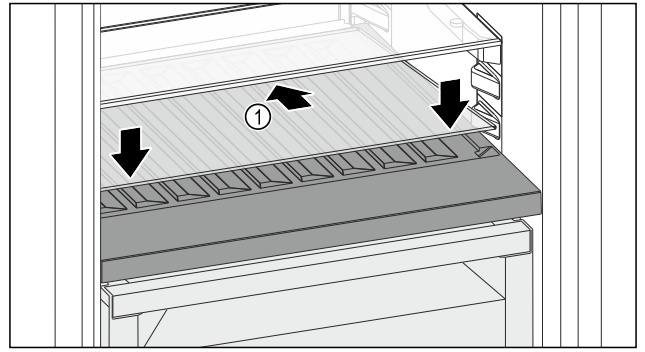

Fig. 134
- ▶ 向后下方倾斜放置玻璃隔板 Fig. 134 (1)。
- ▶ 放低玻璃隔板 Fig. 134 (1) 前部。